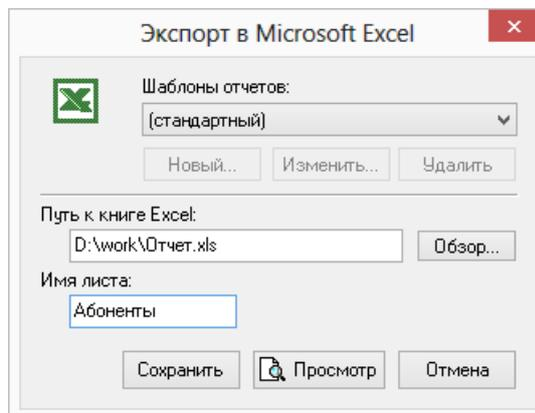

Рисунок 16.21. Диалог экспорта в Excel
1. Нажмите кнопку . Появится диалог экспорта в MS Excel. (см. Рисунок 16.21, «Диалог экспорта в Excel»).